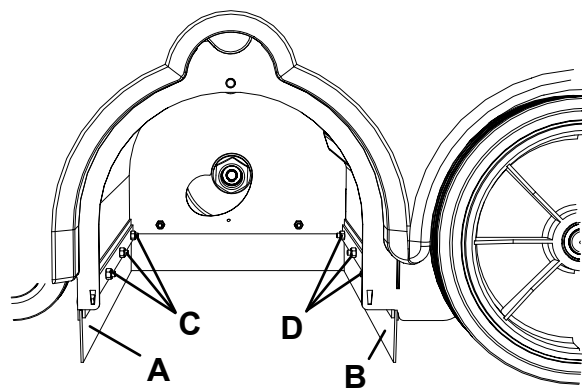

Abbildung 19
14. Prüfen, dass die Flaps vorn (A, Abb. 19) und hinten (B) unversehrt sind.
17. Falls nötig, die Höhe der Flaps durch die Langlöcher (C und D, Abb. 19) einstellen.